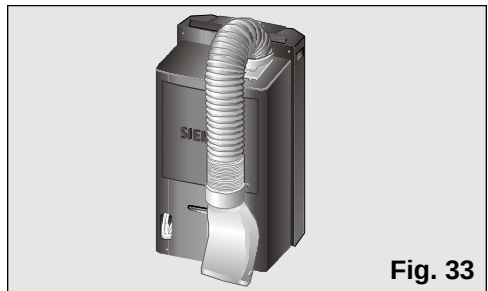

Fig. 33
- ☐ Pour cela, pliez le tube vers l'arrière de l'appareil et attachez-le grâce au crochet diffuseur, Fig. 33 et 34.